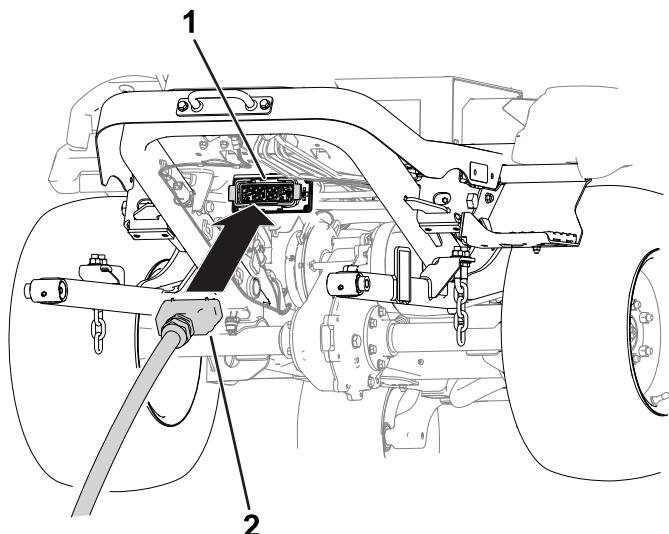

図 5
7. カッティングユニットのコネクタをマシン側のコネクタ図5に差し込む。